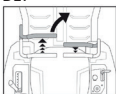

FIG.15A
1. TO TURN TO THE RIGHT, MOVE THE RIGHT DRIVE CONTROL LEVER BEHIND THE LEFT DRIVE CONTROL LEVER. (FIG.15A)